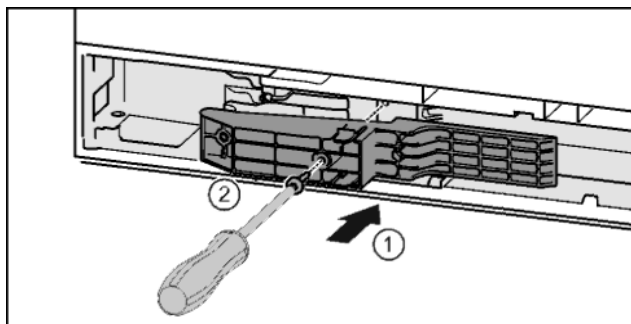

Fig. 40*
- ▶ Вставить деталь адаптера в отверстие на стороне ручки. Fig. 40 (1)*
- ▶ Затянуть винты отверткой T15. Fig. 40 (2)*